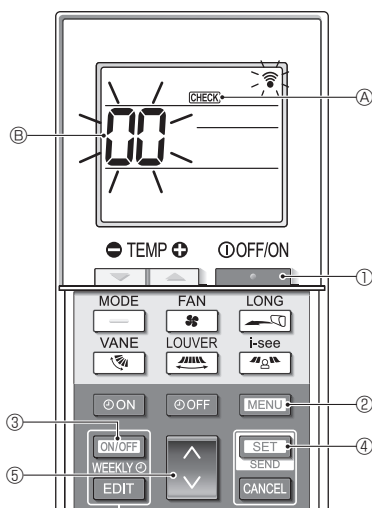

Fig. 7-5
■ Auto-vérification (Fig. 7-5)
- Appuyez sur le bouton ① pour arrêter le climatiseur.
- Si la minuterie hebdomadaire est activée (**WEEKLY** est affiché), appuyez sur le bouton ③ pour la désactiver (**WEEKLY** disparaît).
- Appuyez sur le bouton ② pendant 5 secondes.
- Appuyez sur le bouton ⑤ pour sélectionner l'adresse de réfrigérant (adresse M-NET) ⑥ de l'appareil intérieur pour lequel vous voulez effectuer l'auto-vérification.
- Appuyez sur le bouton ④.
- Appuyez sur le bouton ①.
- CHECK** ④ et l'adresse de réfrigérant (adresse M-NET) ⑥ s'éteignent et l'auto-vérification est terminée.